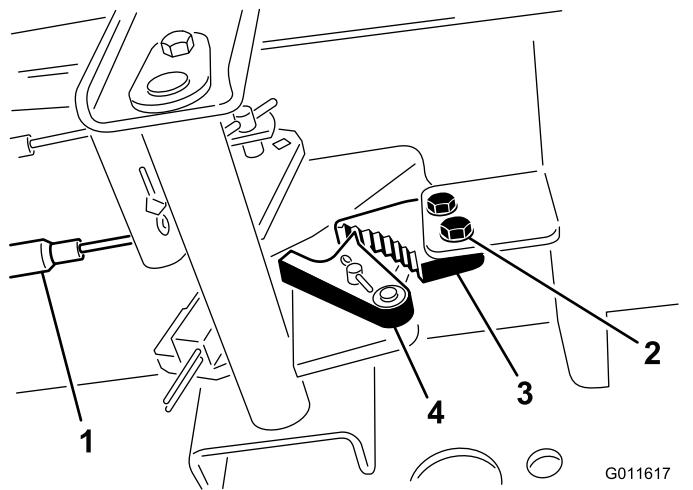

Bild 64
1. Lösen Sie die zwei Schrauben, mit denen die Sperre der Feststellbremse am Rahmen befestigt ist (Bild 64).
2. Drücken Sie das Pedal der Feststellbremse nach vorne, bis die Bremsenarretierung ganz an der Bremssperre greift (Bild 64).